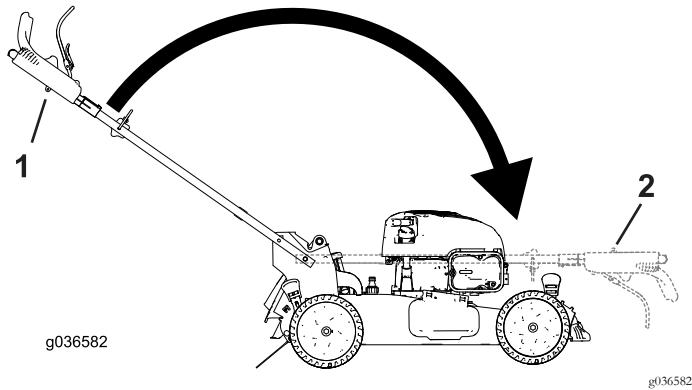

Figure 30
2. Repliez le guidon en le faisant pivoter en avant (Figure 30).